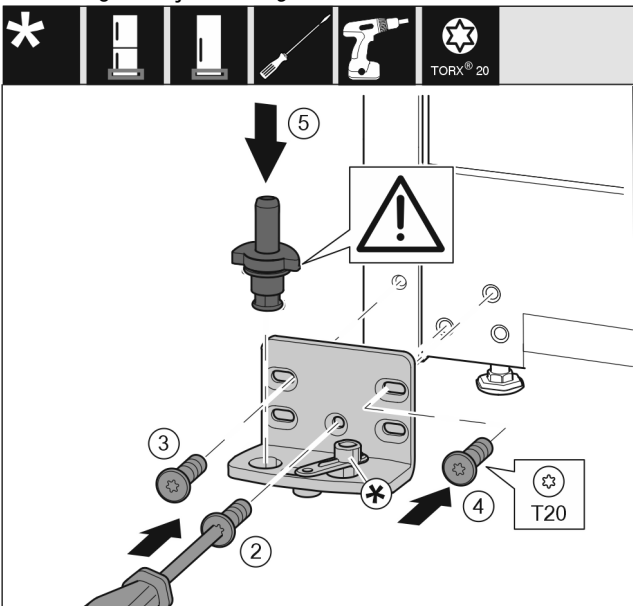

Fig. 14
- Lagerbus op de andere kant aanbrengen en met behulp van een schroevendraaier T20 vastschroeven. Met schroef 2 onder in het midden beginnen. Fig. 14 (2)
- Schroef 3 en 4 vastschroeven. Fig. 14 (3,4)
- Lagerbout volledig aanbrengen. Let op dat de vergrendel nok naar achter wijst. Fig. 14 (5)